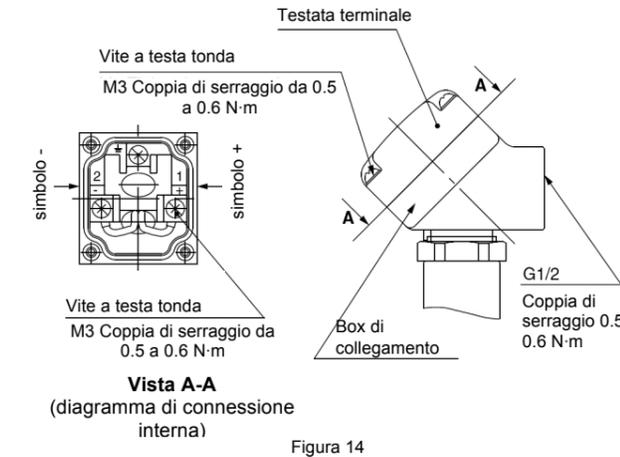

Figura 14
- Effettuare le connessioni secondo quanto indicato nella Figura 14.
- Serrare le viti e i raccordi in base alla Figura 14.